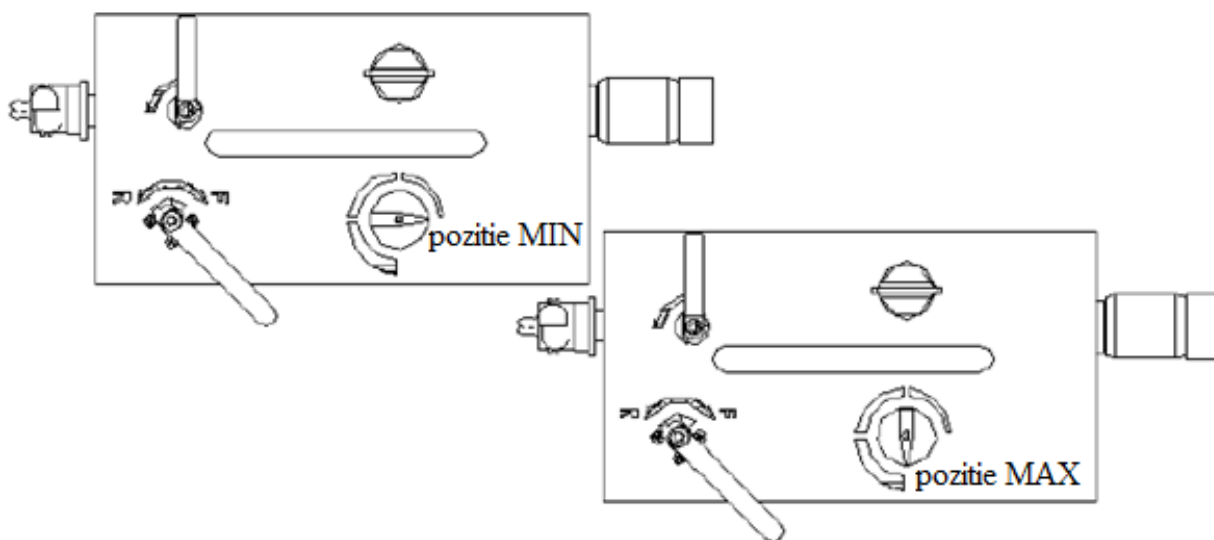

Figura 10.1.1
- Porniti racheta pentru 20 de secunde cu lubrifiere maxima (Figura 10.1.1) - (butonul de lubrifiant setat la MAX)
- Folosind aer comprimat, curatati furtunul de nisip, ulei si apa, cu supapa de lubrifiere in pozitie inchisa (Figura 10.1.1).